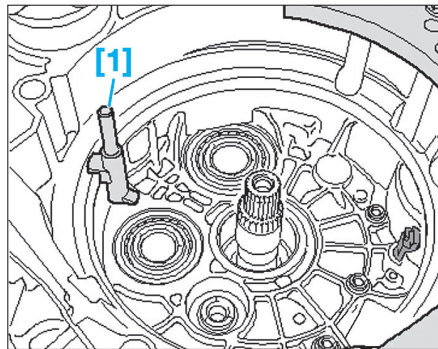

Fig. 11
- [1]. Pivot de retenue (ref. T10303) (Fig.11).
- Placer l'outil [1] dans le carter d'embrayage (Fig.11).